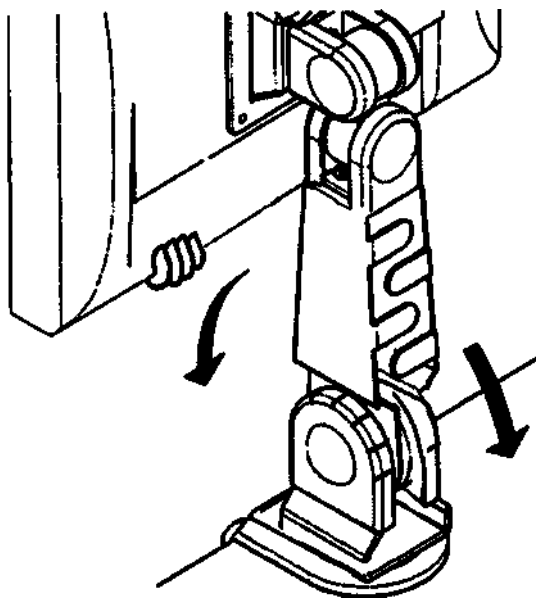
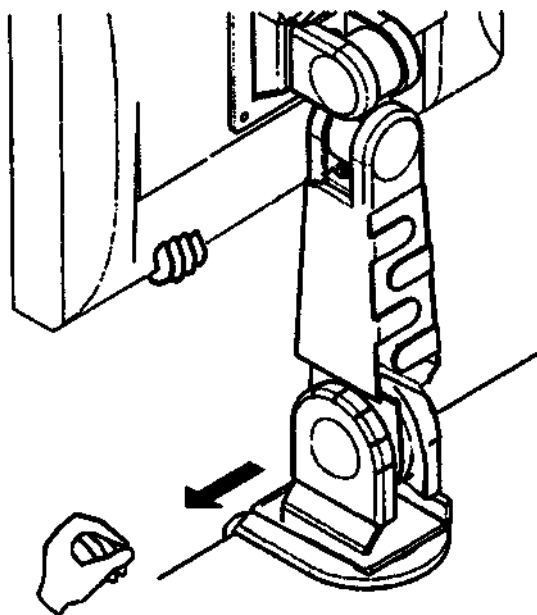
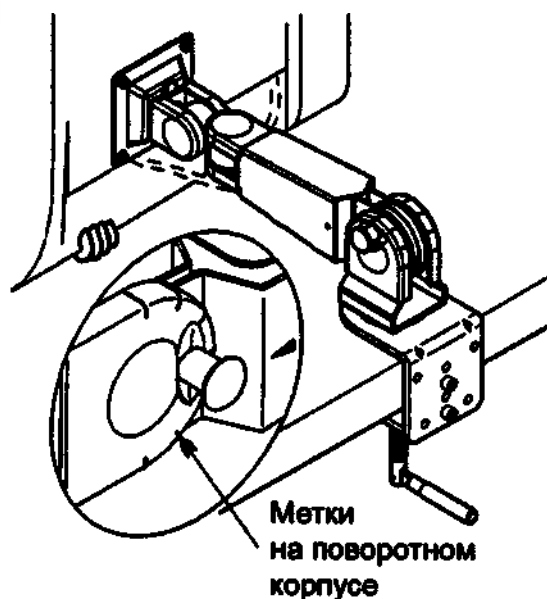
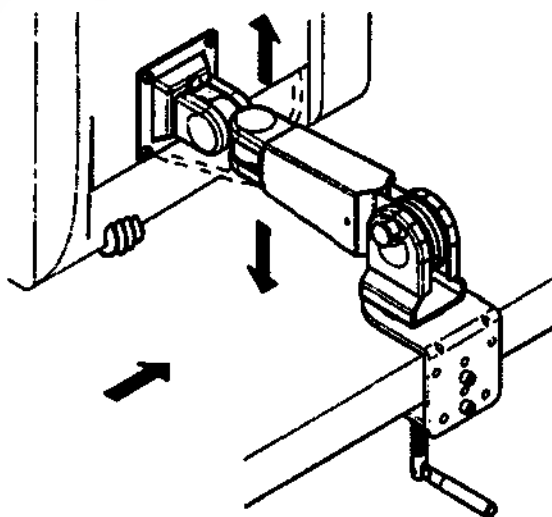

Рис. 6
Рис. 7
Рис. 8
Рис. 9
Последовательность регулировки положения компьютера представлена на рис. 6, рис. 7, рис. 8, рис. 9:
1. В процессе регулировки положения компьютера необходимо его придерживать (рис. 6).
2. Для изменения положения вытяните кнопку и убедитесь, что она вышла из отверстия (рис. 7).
3. Выберите необходимое положение (положение монитора фиксируется с шагом 15°). Желательно, чтобы метка на корпусе совпадала с меткой на поворотном корпусе. Затем отпустите кнопку (рис. 8).
4. Подвигайте держатель вверх и вниз и убедитесь, что кнопка вошла обратно в посадочное гнездо. Отпустите компьютер (рис. 9).